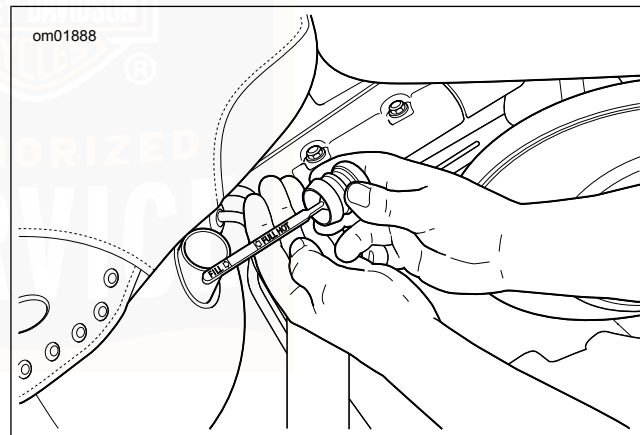

Abbildung 38. Öltankfüllstand prüfen
2. Siehe Abbildung 38. Den Einfüllverschlussstopfen/Ölmessstab entfernen.
8. Siehe Abbildung 38. Den Einfüllverschlussstopfen/Ölmessstab vollständig in den Öltank einsetzen.